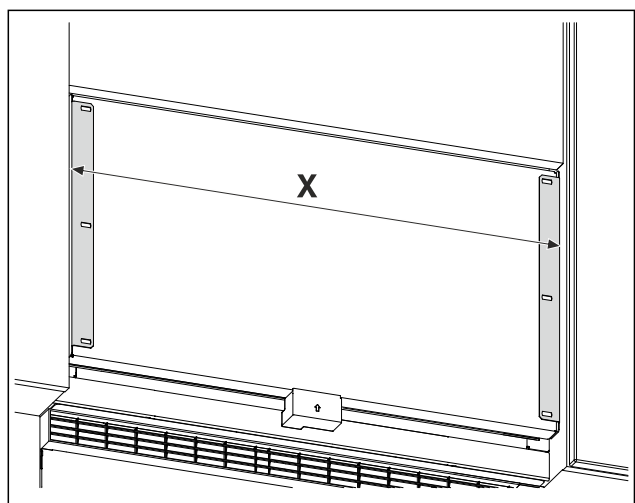

Fig. 25 Beispielhafte Darstellung
- Abstand Fig. 25 (X) zwischen den Außenkanten der Haltewinkel messen.